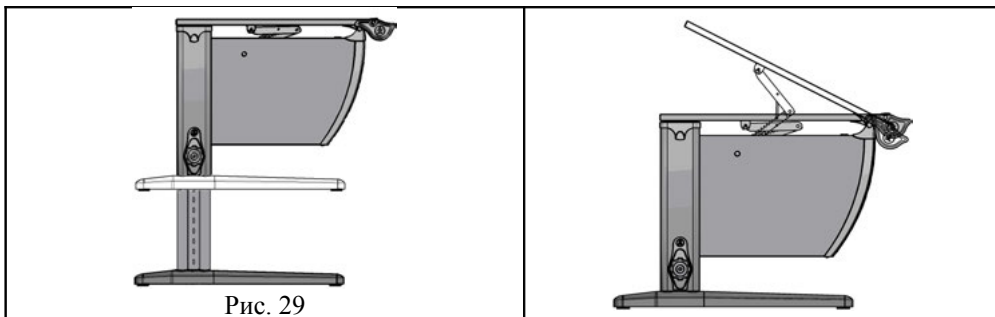

Рис. 29
- 6.2. Для удобства эксплуатации потребителями различных возрастных групп стол имеет возможность ступенчатой регулировки столешницы по высоте и углу наклона см. рис. 29.